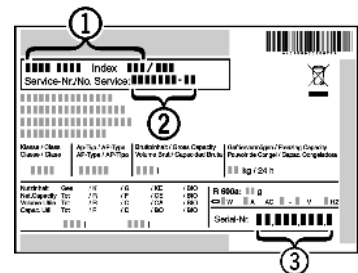

Fig. 25
- ▶ Relever la désignation de l'appareil Fig. 25 (1), le n° de service Fig. 25 (2) et le n° de série Fig. 25 (3) sur la plaquette signalétique. Cette plaquette se trouve sur la paroi intérieure gauche de l'appareil.
- ▶ Informer le S.A.V. et lui communiquer la panne, la désignation de l'appareil Fig. 25 (1), le n° de service Fig. 25 (2) et le n° de série Fig. 25 (3).